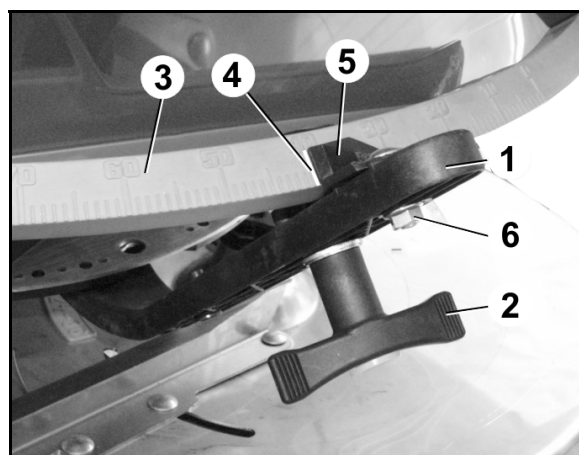

Bild 82
2. Öppna mängdspjället med reglerspaken (Bild 82/1).
4. Sväng reglerspaken på skalan (Bild 82/3) till det tar emot vid bultarna.
5. Fixera reglerspaken med det vridbara handtaget (Bild 82/2).
6. Lossa sexkantskruven (Bild 82/6). Rikta in visaren (Bild 82/5) på skalvärdet "**8**" och fixera med sexkantskruv. Visarens avläsningskant är (Bild 82/4).